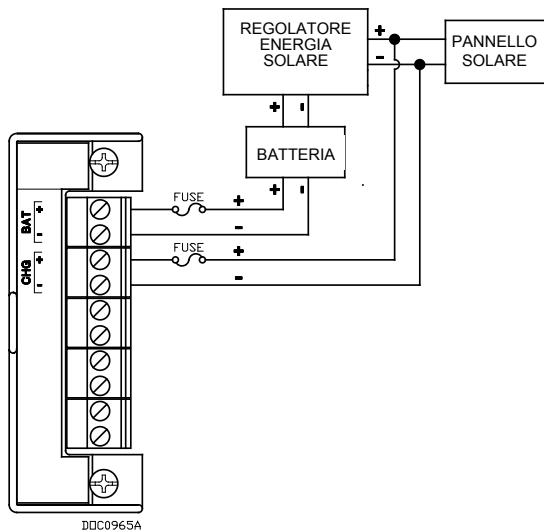

Figura 6. Cablaggio alimentazione a 12 V c.c. e CHG+/CHG-
- Se si monitora una tensione di carica esterna (solo modulo di alimentazione di ingresso a 12 V c.c.), cablare il connettore della morsettiera CHG+ e CHG-. Fare riferimento alla Figura 6.